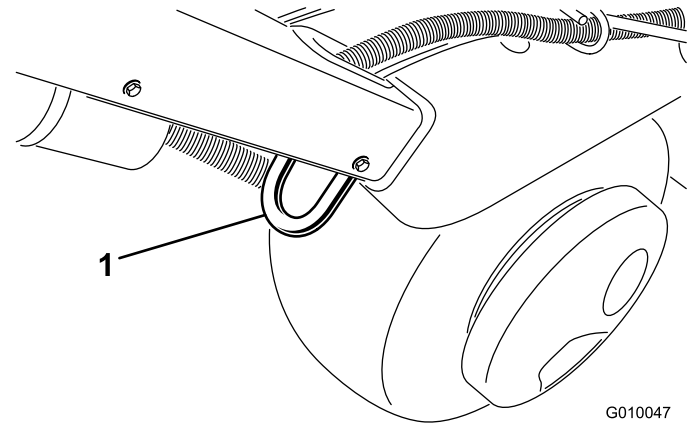
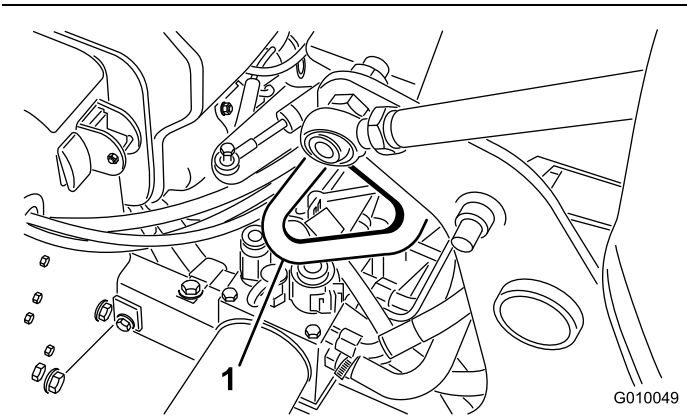

Figura 32
Figura 34
- 3. Sujete el aireador firmemente por los puntos de amarre (Figura 32 - Figura 34) al remolque o al camión con correas, cadenas, cables o cuerdas.